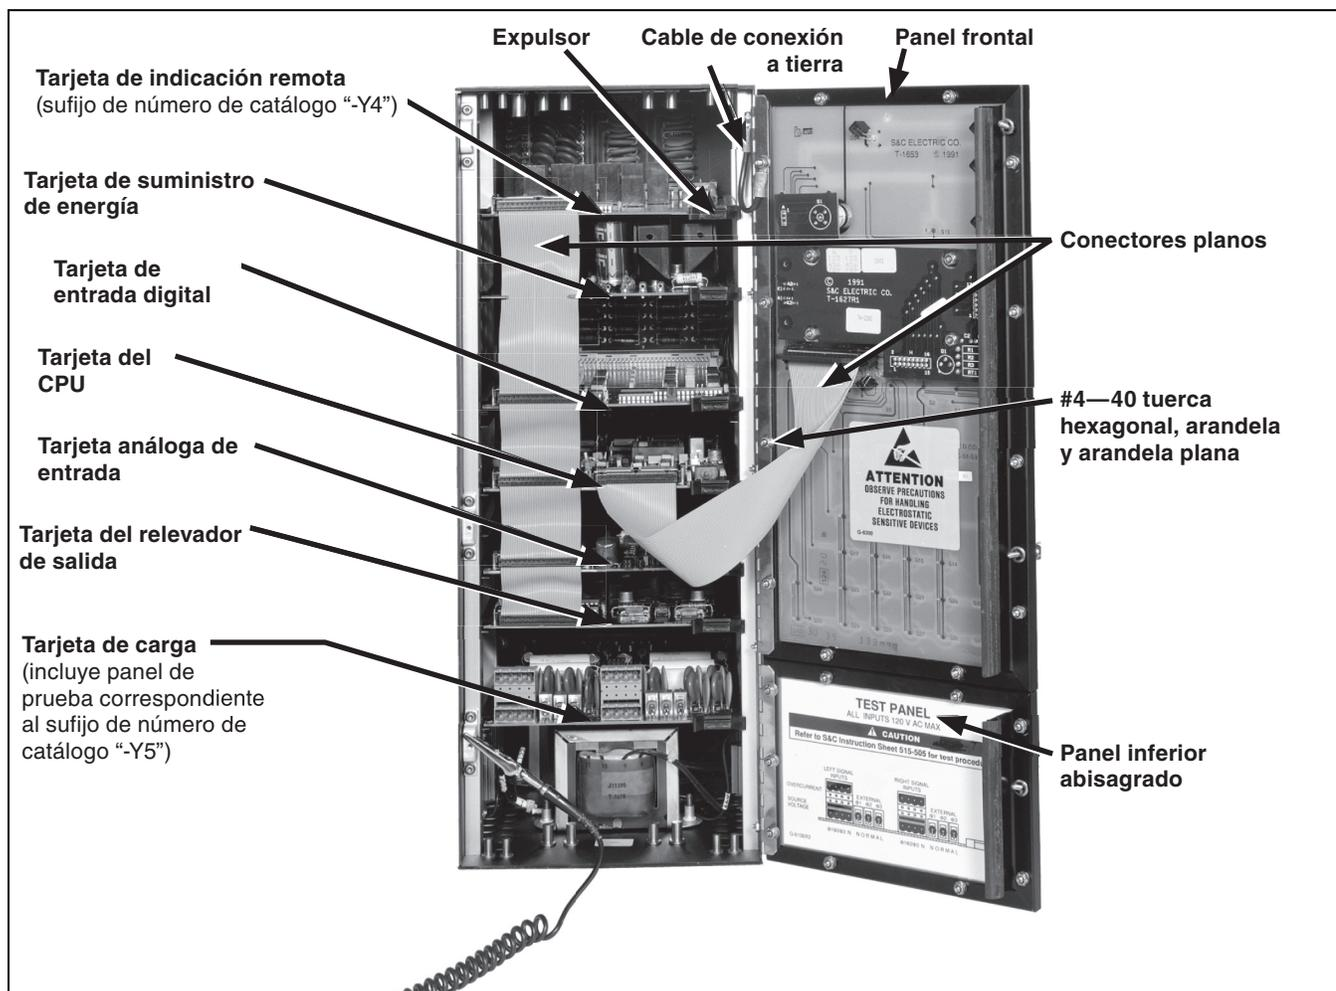

Figura 3. Esquema de las tarjetas de circuito del Control de Transferencia de Fuente Micro-AT.
PASO 9. *En caso de sea necesario reemplazar una tarjeta de circuito:* Reemplace la tarjeta de circuito dañada según el procedimiento que se describe a continuación. Ver Figura 3.
PASO 10. *En caso de que sea necesario reemplazar el panel frontal:* Reemplace el ensamble del panel frontal según el procedimiento que se describe a continuación. Ver Figura 3 en la página 8.